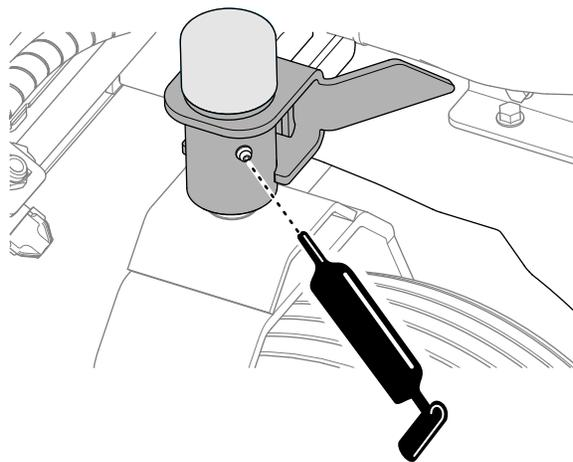

Figure 65
2. Nettoyez les graisseurs des roues pivotantes avec un chiffon (Figure 65).
3. Raccordez une pompe à graisse aux graisseurs (Figure 65).